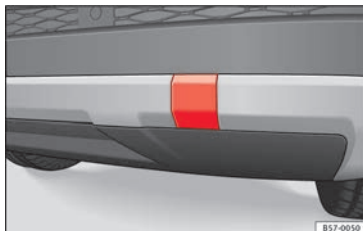

Fig. 99 Sul lato destro del paraurti posteriore: estrarre il coperchio.
L'alloggiamento dell'occhiello di traino avvitabile è situato sul lato destro del paraurti posteriore, dietro a un coperchio » **fig. 99**. I veicoli dotati di serie di un dispositivo di traino **non** dispongono di un alloggiamento per
- Per sbloccarlo, premere sull'area superiore del coperchio » **fig. 99**.